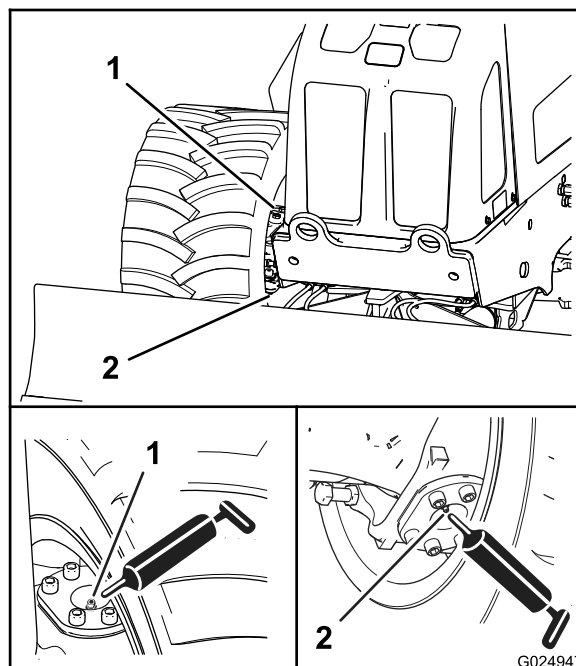
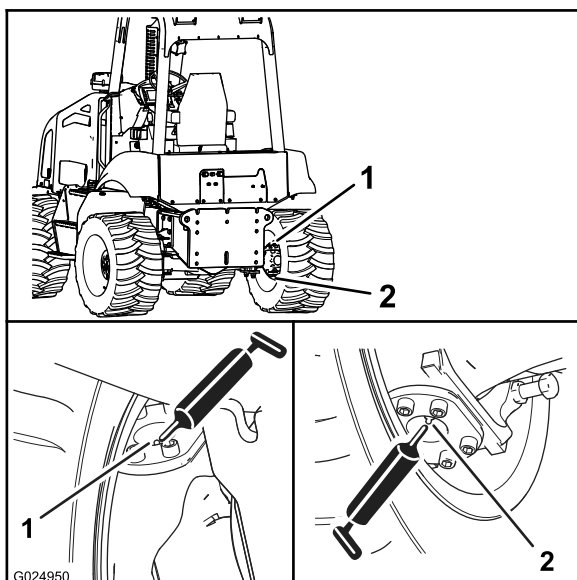

Figura 59
Figura 60
2. Collegate un ingrassatore a pressione sui raccordi di ingrassaggio per i perni superiori e inferiori; applicate 2 o 3 pompaggi di grasso a ciascun raccordo (Figura 59 e Figura 60).